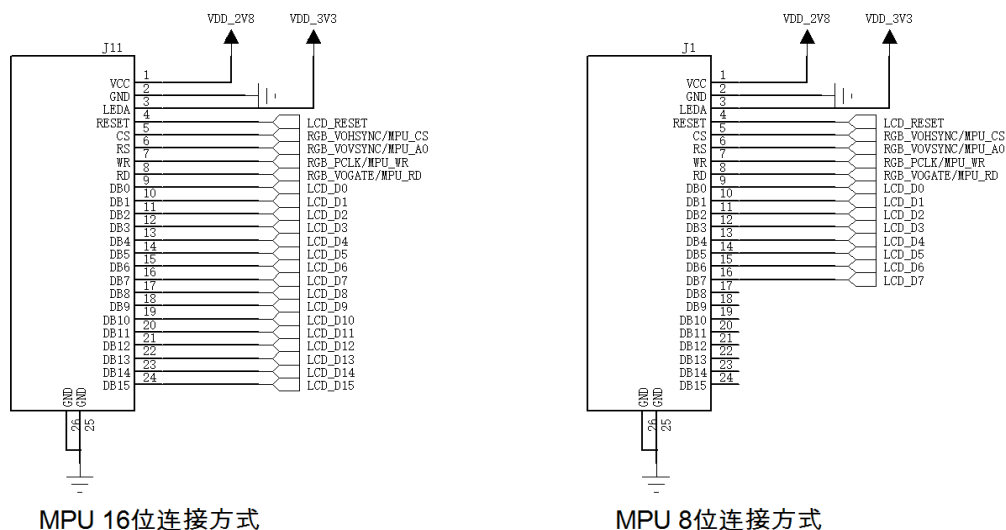

图 2-21 MPU 显示屏接口示意图
- 3) 硬件设计时按低位对齐方式处理，如图 2-21 所示。